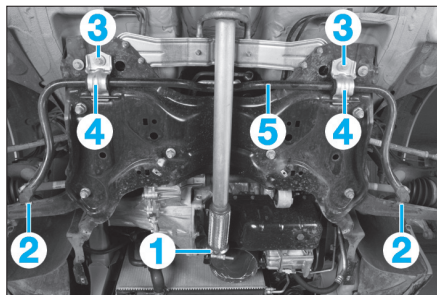

Fig. 17
- le collier de fixation (1) de la ligne d'échappement (Fig.17),
- les écrous (2) de biellette sur la barre stabilisatrice,
- les vis (3) des paliers de la barre stabilisatrice,
- les brides de palier (4) de barre stabilisatrice,
- la barre stabilisatrice (5).